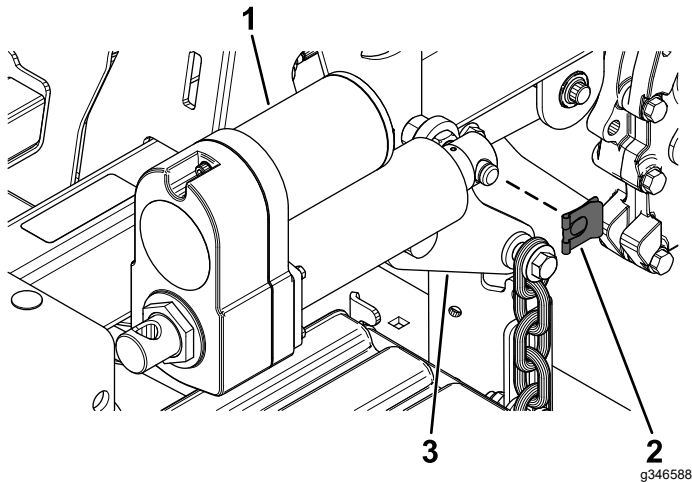

Figure 20
1. Fixez l'actionneur au bras de levage arrière du plateau à l'aide du clip à goupille (Figure 20).